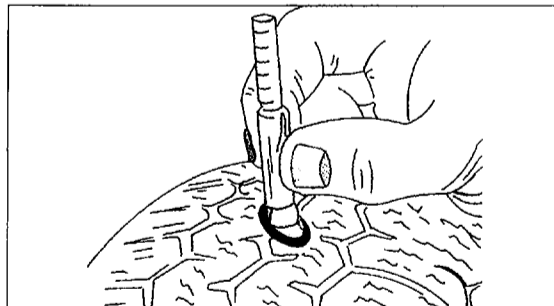

Bild 332
- Das Reifenprofil muss über die gesamte Lauffläche mindestens 1,6 Millimeter tief sein. Bei dieser Marke wird auf der Lauffläche an mehreren Stellen ein Profilstandsanzeiger sichtbar. Die Buchstaben „twi“ (tread wear indicator) auf der Reifenflanke zeigen, wo sich diese Anzeiger befinden. Tauschen Sie Sommerreifen zur Sicherheit bereits bei einer Profiltiefe von zwei Millimetern, Winterreifen bei vier Millimetern – das Fahrverhalten wird mit abnehmendem Profil schlechter, vor allem auf nasser Fahrbahn. Zum Messen der Profiltiefe gibt es spezielle Tester, welche man in der in Bild 332 gezeigten Weise auf den Reifen aufsetzen kann. Durch Hineinschieben des Messstiftes kann man die Anzeige in Millimetern an der Skala ablesen.